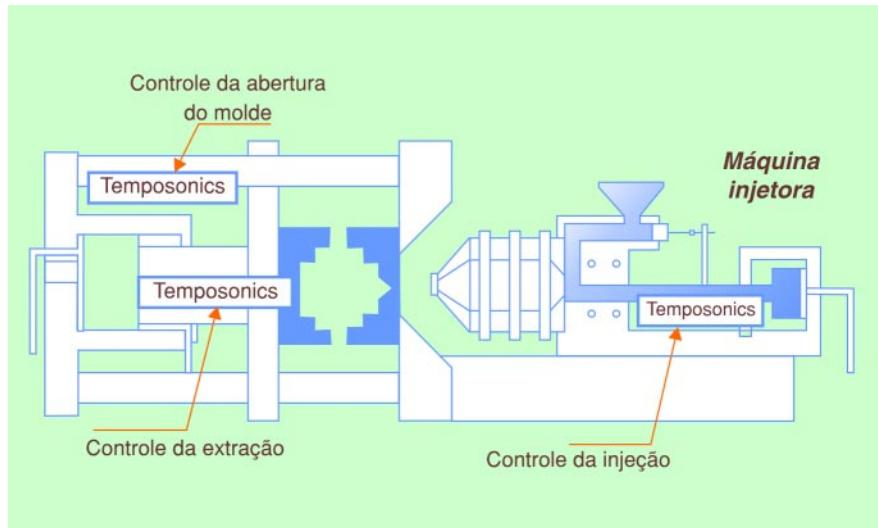

Figura 7 – Sensores empregados em uma máquina injetora.
- **Máquinas injetoras:** os sensores podem ser utilizados em três locais: o controle da injeção, o controle da extração e o controle da abertura do molde (observe a figura 7). Com o uso deste sensor pode-se reduzir sensivelmente o índice de trocas das réguas potenciométricas comuns.